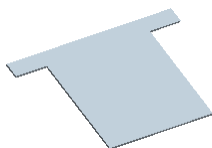
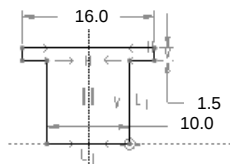

图 11.6.2 创建平整钣金壁特征 1
图 11.6.3 截面草图
Step2. 创建图 11.6.2 所示的平整钣金壁特征 1。选择下拉菜单 **插入(I)** → **钣金件壁(W)** → **分离的(U)** → **平整(A)...** 命令, 选取 TOP 基准面为草绘平面, 选取 RIGHT 基准面为参照平面, 方向为 **右**; 绘制图 11.6.3 所示的截面草图; 钣金壁厚值为 0.2。